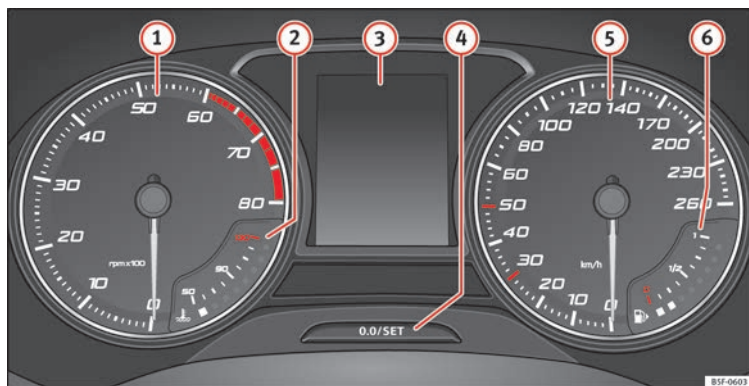

Fig. 121 Tableau de bord à l'avant.
Le compte-tours indique le nombre de tours du moteur par minute » **fig. 121 ①**.
① ATTENTION
L'aiguille du compte-tours ① » **fig. 121** ne doit rester que peu de temps dans la zone rouge : risque d'endommagement du moteur.
Lors de la mise du contact d'allumage, l'écran du tableau de bord » **fig. 121 ③** affi-
- Appuyez brièvement sur le bouton **fig. 121**  pour remettre le compteur kilométrique journalier à 0.
- Pour régler l'heure, maintenez enfoncé le bouton **fig. 121**  pendant plus de 3 secondes afin de sélectionner l'indicateur des heures ou des minutes.
Maintenez enfoncé le bouton **fig. 121**  pendant plus de 15 secondes pour afficher les lettres-repères du moteur (MKB) du véhicule. Pour cela, le contact d'allumage doit être mis et le moteur coupé.
L'indicateur de température du liquide de refroidissement **2** » **fig. 121** ne fonctionne que lorsque le contact d'allumage est mis. Pour éviter d'endommager le moteur, veuillez tenir compte des remarques suivantes, relatives aux plages de température.